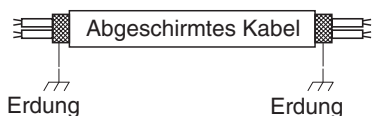

Abb. 4-6
- (5) Als Steuerverbindungskabel zwischen Geräten (C) müssen abgeschirmte Kabel verwendet werden, wobei die Abschirmung auf beiden Seiten geerdet werden muss, da andernfalls Funktionsstörungen durch Störsignale auftreten können. (Abb. 4-6)